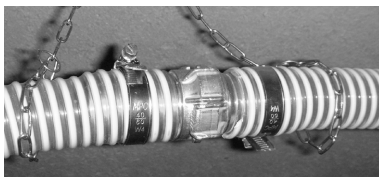

Bild 1
- Installieren Sie die Schnellkupplung (**optionales "Anschlussset Fontana L"**) so in den Druckschlauch, dass sie vom Dombereich her zugänglich ist, siehe Bild 1.
- Befestigen Sie das Seil/die Kette sicher an beiden Seiten der Schnellkupplung (siehe Bild 1) und befestigen Sie das andere Ende des Seils/der Kette mittels des Karabinerhakens an der Ringschraube und dem Schlagdübel im Dombereich des Regenspeichers.